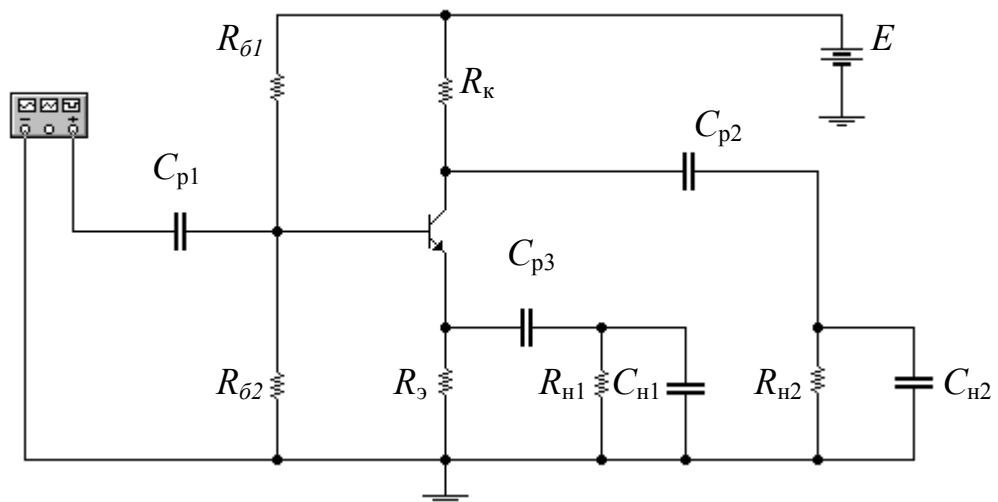

Рис. 7.3. Фазоинверсный каскад с разделенной нагрузкой, каждое плечо которого нагружено сопротивлением и емкостью ( $C_H$  и  $R_H$ ).
2. Подключите к выходам сопротивления нагрузки (по очереди 1, 3 и 10 кОм) и оцените изменение коэффициентов передачи (при подключении сопротивлений нагрузки используйте разделительные конденсаторы), пример подключения см. на рис. 7.3.